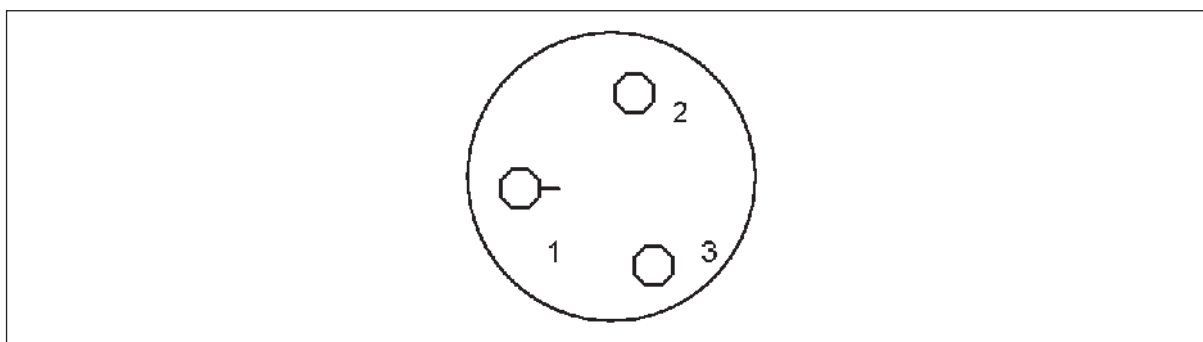

Fig. 6-5: Presa allarme remoto - congelatore verticale
In (Fig. 6-5 a pag. 35) viene raffigurata la configurazione della presa, vista dal retro del congelatore. All'interno del congelatore, la presa è collegata a contatti puri a 24 volt, 1 amp. In condizioni di normale funzionamento, ad alimentazione collegata, il polo 1 è collegato al polo 2, mentre in caso di allarme, ad alimentazione scollegata, il polo 1 è collegato al polo 3.
4. Per verificarlo, collegare un dispositivo per la verifica di continuità con voltaggio adeguato ai contatti, come illustrato nella rappresentazione della presa (Fig. 6-5 a pag. 35).